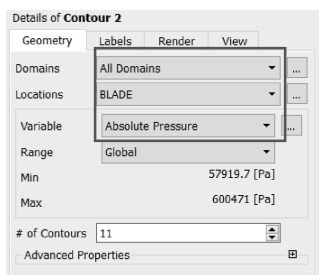
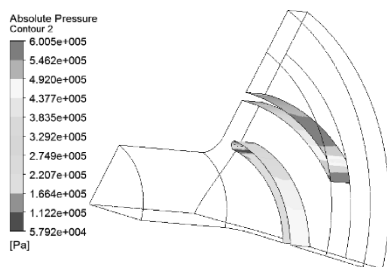

图 11-72 显示叶片设置
图 11-73 叶片云图
(3) 插入云图：在工具栏中单击【Contour】并确定，其设置默认，在几何选项中的位置【Locations】栏后单击...选项，在弹出的位置选择器里单击展开【Mesh Regions】，并选择 BLADE 确定。在变量【Variable】栏后单击...选项，在弹出的变量选择器选择 Absolute Pressure，确定，其他为默认，单击【Apply】，如图 11-72 所示；可以看到结果云图，如图 11-73 所示。注意去掉导航树 Coutour1 前面的对号。